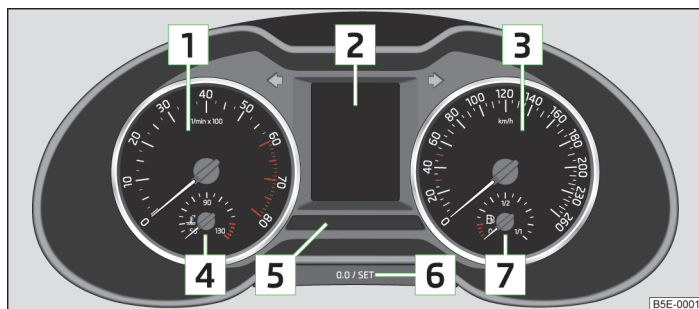

Fig. 2 Panoul de bord
Zona roșie de pe scala turometrului **1** » fig. 2 la pagina 9 marchează domeniul în care sistemul începe să limiteze turația motorului. Sistemul limitează turația motorului automat, la o valoare limită sigură.
Afișajul temperaturii lichidului de răcire **4** » fig. 2 la pagina 9 funcționează numai când contactul motor este cuplat.
Indicatorul rezervei de combustibil **7** » fig. 2 la pagina 9 funcționează numai când contactul motor este pus.
Contorul de parcurs zilnic se resetează prin apăsarea scurtă a tastei **6** » fig. 2 la pagina 9.
- Apăsați tasta **6** » fig. 2 la pagina 9 și mențineți-o apăsată, până când se afișează **Time** (ora).
► Apăsăți tasta **[6]** » fig. 2 la pagina 9 și mențineți-o apăsată, până când se afișează **Service (service)**.